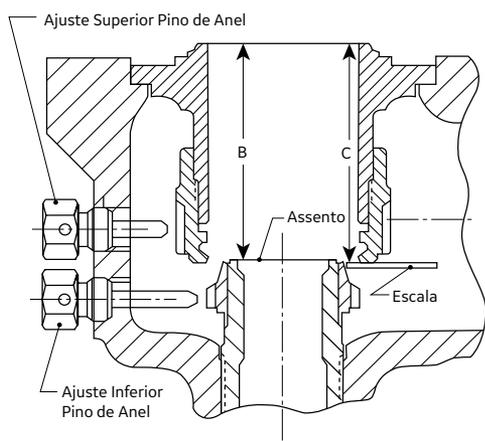
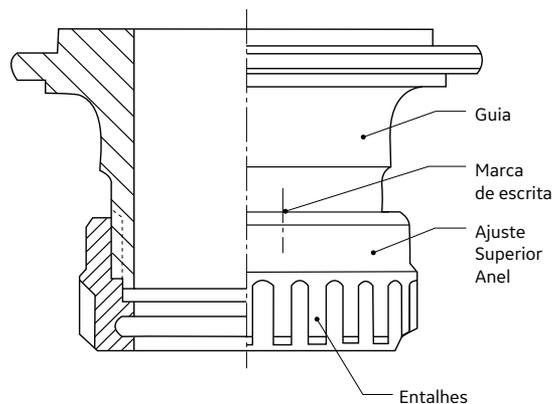

Figura 29: Guia - Conjunto da Sede da Bucha
Figura 30: Ajuste Superior Superior Conjunto Anel - Guia
- Instale o conjunto do anel de ajuste e guia na base de válvula, de modo que as marcas estejam visíveis a partir da saída da válvula ou da porta de inspeção. Coloque uma escala ou outro objeto adequado de metal plano fino na face inferior do anel de ajuste superior e meça o comprimento global do conjunto do anel superior e guia. Ajuste o anel superior à Dimensão C (consulte a Figura 29) registrada na Etapa 12 da Seção XII.B., "Desmontagem." Observe as marcas feitas no anel e na guia e ajuste o anel para alinhá-las (consulte a Figura 30.) Verifique novamente o comprimento global do conjunto do anel de ajuste e guia para certificar-se de que o anel superior esteja na sua posição original.